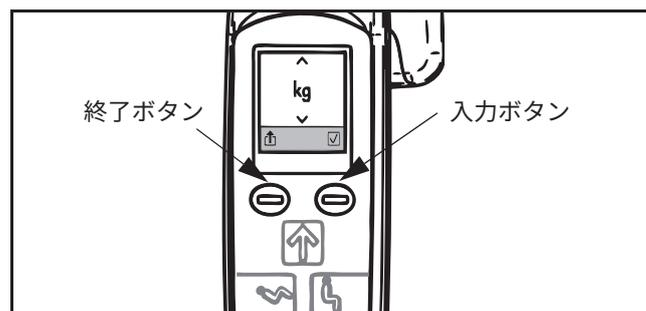

図 64
- 5) 正味重量をメモリに保存する必要がある場合は保存ボタンを押します。正味重量をメモリに保存する必要がある場合は保存ボタンを押します。画面上の数字（計量値）の上下に水平バーが表示されて、保存機能が起動されたことを示します。「保存」機能は保存ボタンが再度押されるまで有効です（図 64 を参照）。